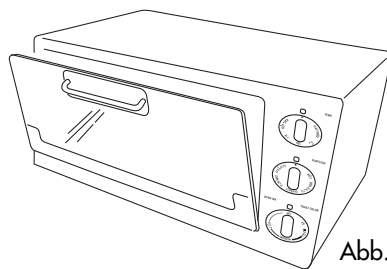

Abb. 1
- Die Türe schließen, so dass sie einrastet (siehe Abbildung 1).